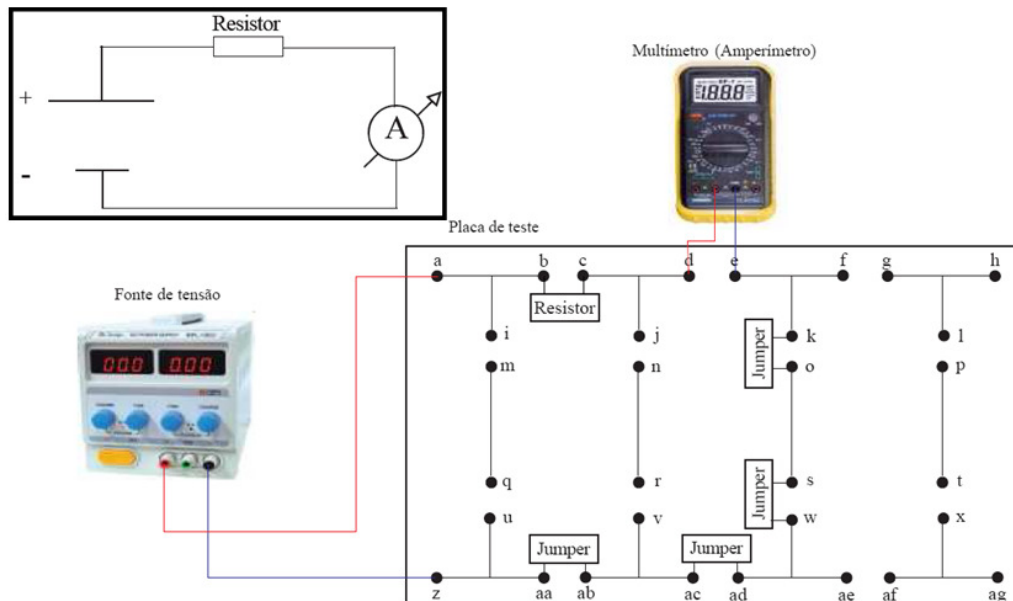

Figura 2.11: Sugestão para montagem do circuito, no quadro em destaque, para experimento com o amperímetro.
- i. Monte o circuito sugerido na Figura 2.11, conectando o cabo vermelho do amperímetro ao borne de entrada de 10 A e selecionando a correta escala do amperímetro para medida de corrente contínua de até 10 A²;